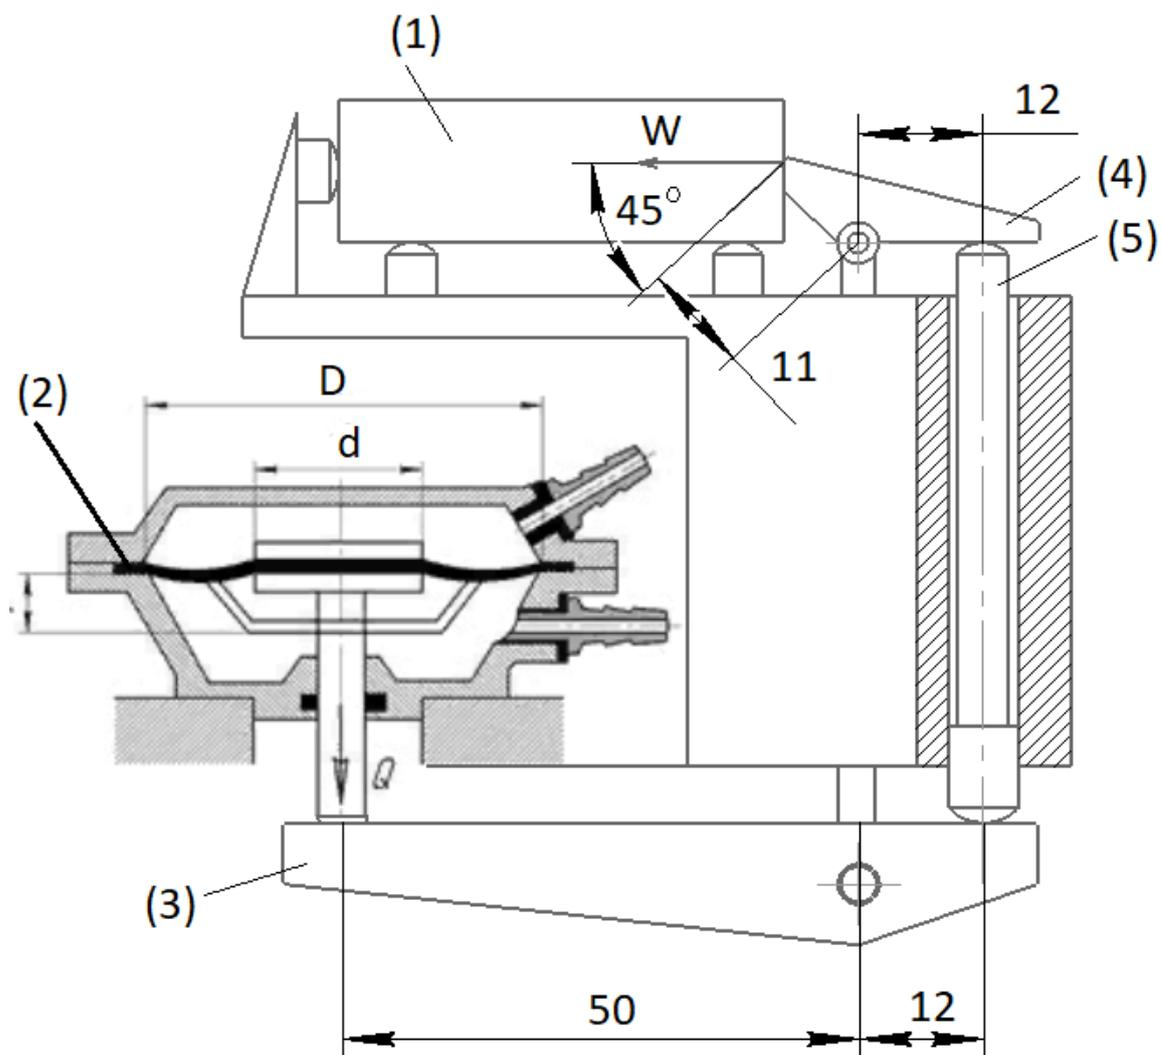

Рис. 2
На фрезерном станке обрабатывается деталь (1) 3D принтера, заготовка которой закрепляется в зажимном приспособлении с пневмоприводом (рис. 2). Пневмопривод состоит из пневмокамеры двустороннего действия с резиновой диафрагмой (2), рычага (3), рычага (4) и тяги (5). Требуется определить, какая сила W будет приложена к детали, если диаметр диафрагмы пневмокамеры равен $D=160$ мм, диаметр опорной шайбы $d=150$ мм, КПД всего привода $\eta=0,9$, остальные параметры приведены на рис. 2.